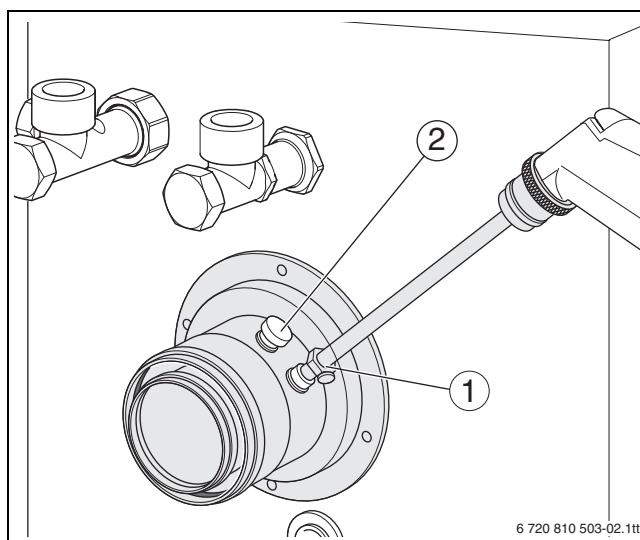

Fig. 38 Registrar los valores de medición
- ▶ Colocar la sonda de medición en el núcleo de la corriente de la chimenea introduciéndola a través del orificio de medición (→ fig. 38, pág. 26) y controlar el contenido de CO2.